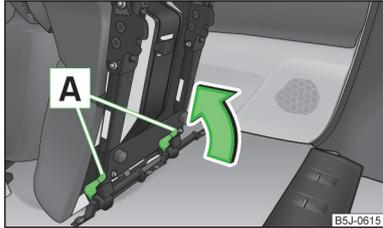

Fig. 60
- Bloquear el asiento al final de la guía presionando los bloqueos del asiento **A** » fig. 60 en el sentido de la flecha.
- Si el asiento está desmontado, ponerlo primero sobre la guía y bloquearlo » fig. 60 de la página 76. Asegurarse de que el asiento está correctamente bloqueado tirando de él.